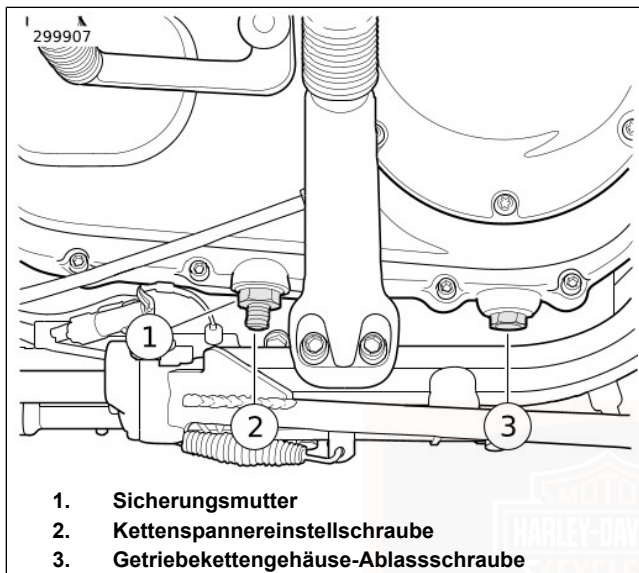

Abbildung 33. Primärkettenspanner: 2007 Sportster-Modelle
4. Siehe Abbildung 33. Die Sicherungsmutter (1) lockern.
5. Die Kettenspannereinstellschraube (2) im Uhrzeigersinn (nach innen) drehen, um das Spiel zu reduzieren oder gegen den Uhrzeigersinn (nach außen) drehen, um das Spiel zu erhöhen. Das vertikale Spiel muss, wie angegeben, zwischen den Grenzwerten liegen. Siehe Tabelle 27.